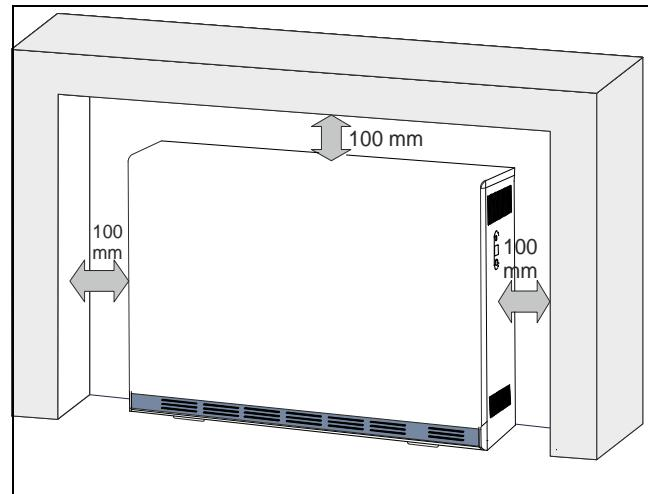

Fig 3: Distances latérales minimales
- Les distances minimales décrites doivent être respectées. (Fig. 3)